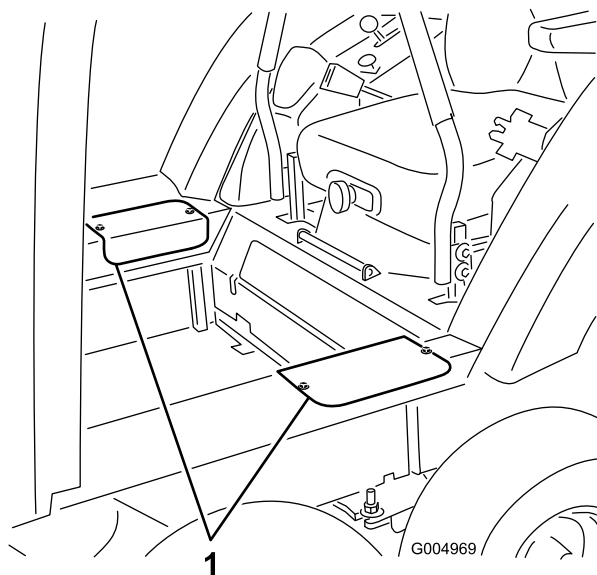

Figura 33
24. Instale las tapas de acceso lateral con los tornillos que retiró anteriormente (Figura 33).